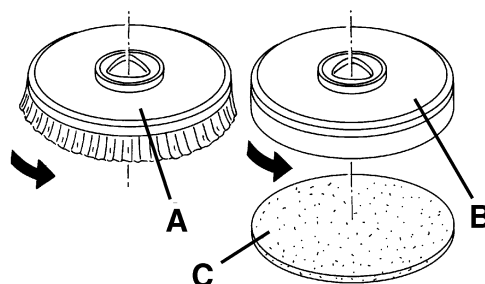

Figure 2
1. Dans la machine équipée de la tête spéciale, et les brosses (A, Fig. 2) et les plateaux support disque (B) avec disques (C) peuvent être installés, en fonction du traitement à effectuer sur le sol.
2. (Uniquement pour **BA 551D**, **BA 551CD**, **BA 611D**) : positionner la clé de contact (80) sur "0".